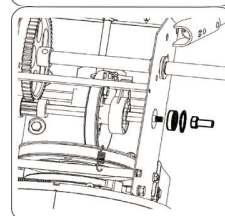

Figure 32
3. Retirez délicatement l'écrou hexagonal et la rondelle qui fixent l'arbre hexagonal au châssis de la souffeuse à neige et tapez légèrement sur l'extrémité de l'arbre pour déloger le roulement à billes du côté droit du châssis. Voir la figure 32.